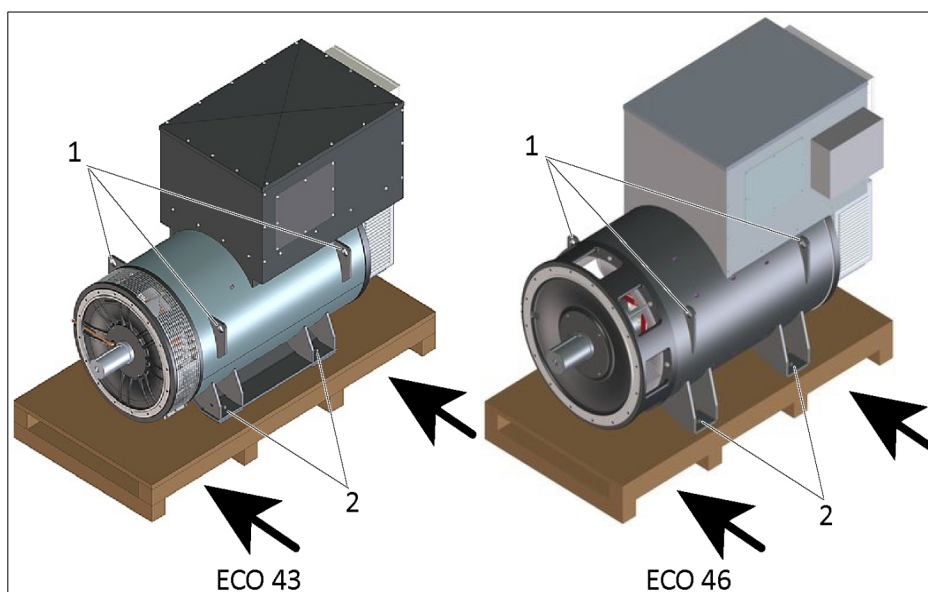
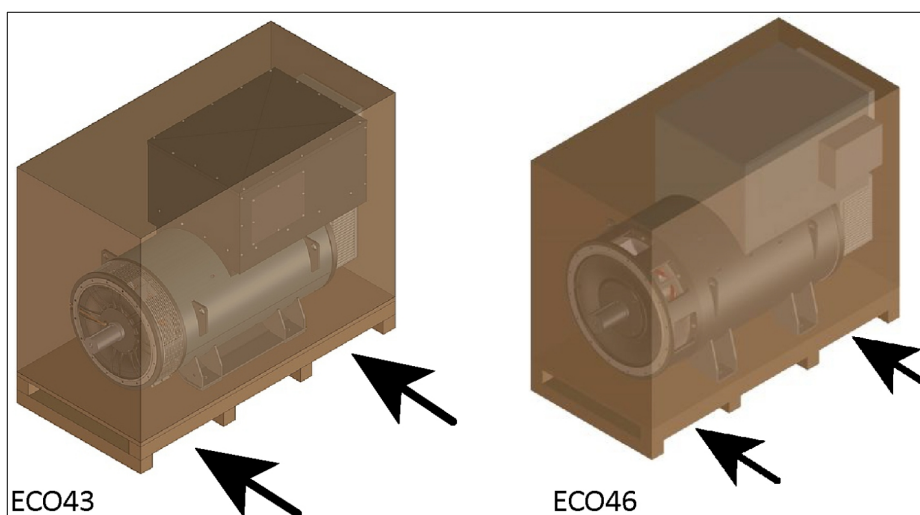

Figura 8- Transporte sobre palet
Figura 9- Transporte sobre palet cubierto por caja
- 1- Por medio de un palet de madera (Figura 8-)
- 2- Mediante un palet cubierto por una caja de madera en el caso de envíos por mar (Figura 9-).
- ➔ Levantar los alternadores usando los puntos de elevación adecuados (1).
- ➔ Proceder con la manipulación como se muestra en la Figura 8- y Figura 9- .